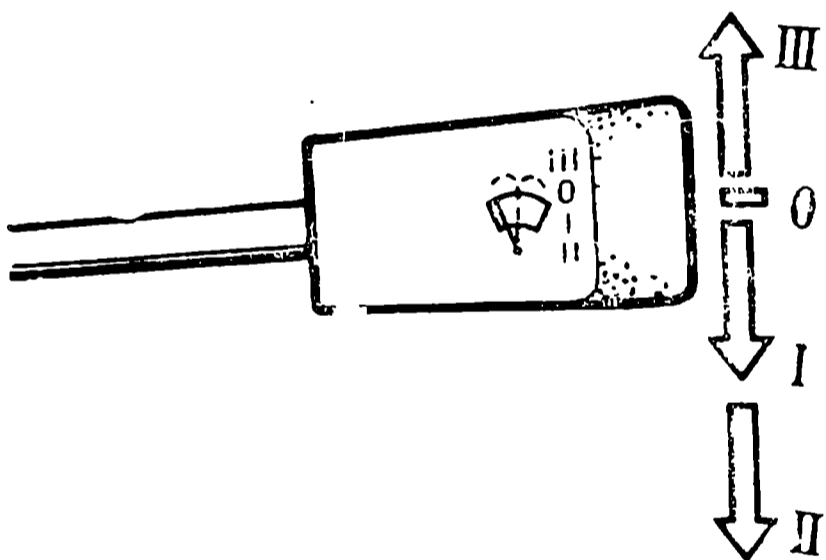

Рис. 2. Рычаг переключателя стеклоочистителя и стеклоомывателя
- 19 — рычаг переключения стеклоочистителя и омывателя. Он имеет четыре фиксированных положения (рис. 2). При положении рычага: 0 — стеклоочиститель выключен, I — малая скорость стеклоочистителя, II — большая скорость стеклоочистителя, III — прерывистая работа стеклоочистителя.